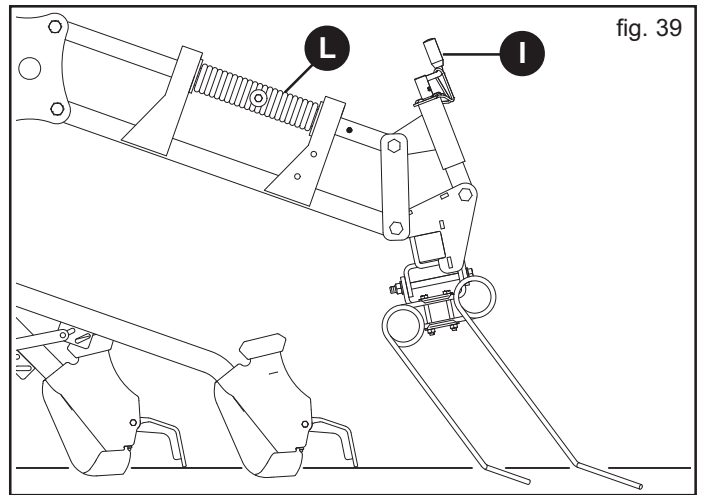

fig. 39
Die normale Arbeitsposition der Egge wird auf Abb. 39 illustriert. In dieser Position ist der Verschleiß der kurzen und langen Zähne gleichförmig. Durch Einwirken auf die Einstellkurbel (I) kann die Neigung der Egge verändert werden.